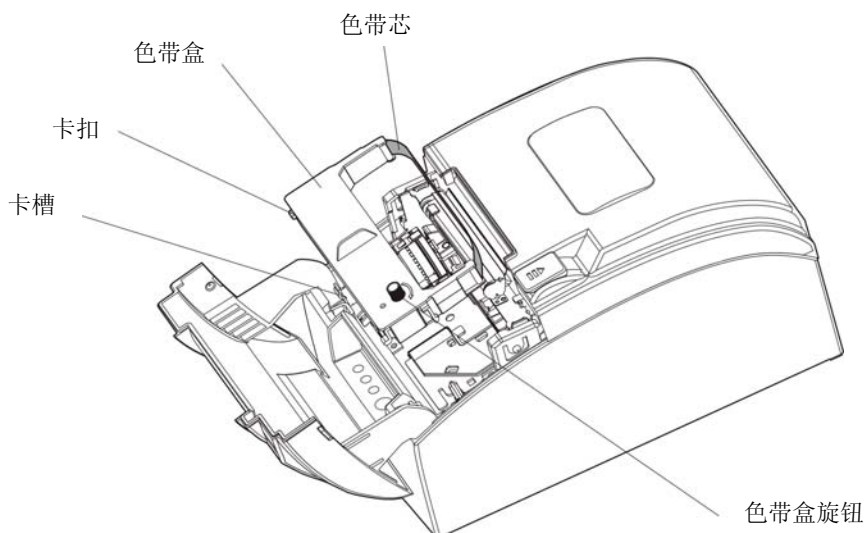

图 2-2 安装色带盒
4. 如图 2-2 所示，将色带盒放入打印机中，微向后倾斜，使色带盒卡扣对准打印机卡槽，稍用力按压，直到完全卡到位。